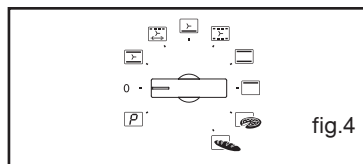

fig.4
Appuyez sur la touche "⌚" pour valider (fig.4).
Exemple : repère de température 210°C (fig.4).
- l'indicateur de durée de cuisson et 0:00 clignotent (fig.4).
L'affichage repasse à l'heure du jour en ramenant le sélecteur de fonctions sur 0 (fig.4).